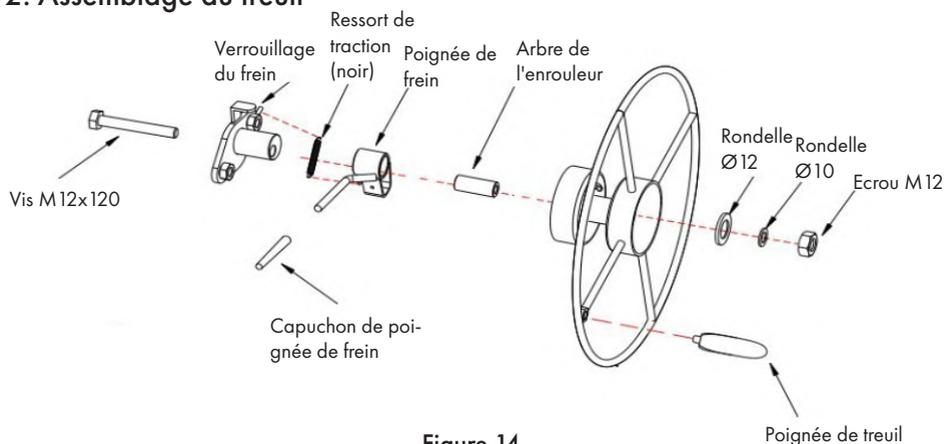

Figure 14
- Complétez l'assemblage de la roue du treuil comme indiqué à la Fig. 14.